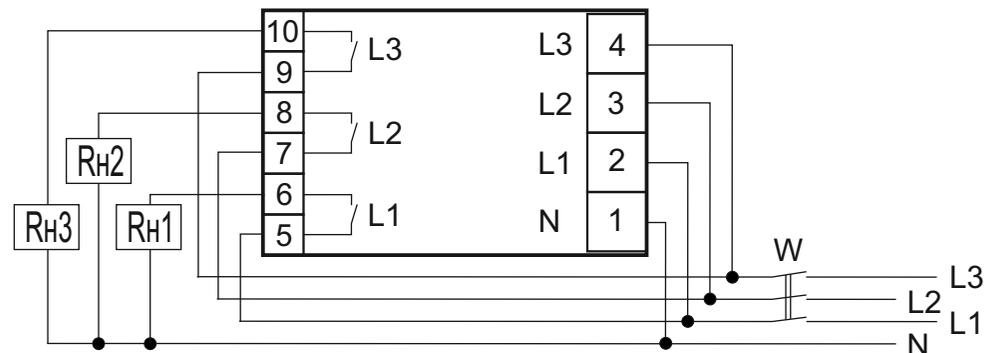

Рис.2. Схема подключения нагрузок к устройству RN 3F-42
6.2. Подключите нагрузку к изделию согласно рис. 2. Для этого используйте одножильный или многожильный провод с двойной или усиленной изоляцией сечением, соответствующей мощности нагрузки. Заземленная нейтраль **N** подключается на контакт **1** изделия и нагрузкам. Фазное напряжение **L1, L2, L3** может подаваться через выключатель **W** или напрямую и подключается к контактам **2, 3 и 4** изделия. Кроме того, нагрузки подключаются к контактам **6, 8, 10** изделия.